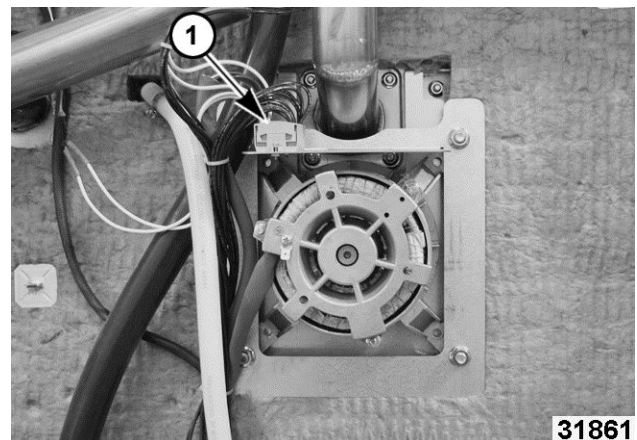

Fig. 57
4. Remove motor shroud. (1, Fig. 57)